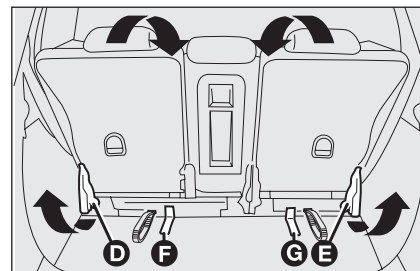

fig. 116
- ☐ à l'aide des leviers **D** et **E**-fig. 116 renverser les dossiers sur les coussins arrière;
- ☐ à l'aide des rubans **F** et **G**-fig. 116 effectuer le renversement complet des sièges.